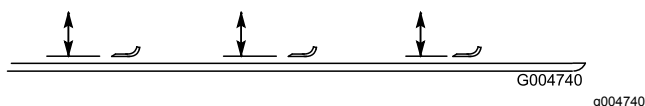

図 128
- デッキの天井から各ブレードの前端の刃先までの距離を測る 図 128。